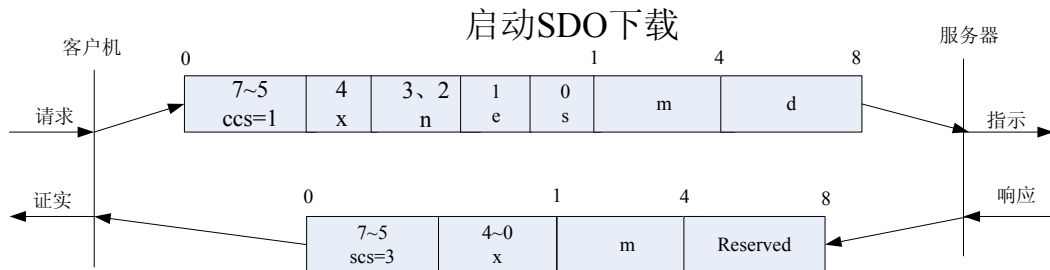

图 I -1 启动SDO下载协议
1). 启动SDO下载协议 (如图 I -1所示)
以下是图 I -1协议的SDO 命令字 (SDO CAN报文的第一个字节) 语法和细节说明: